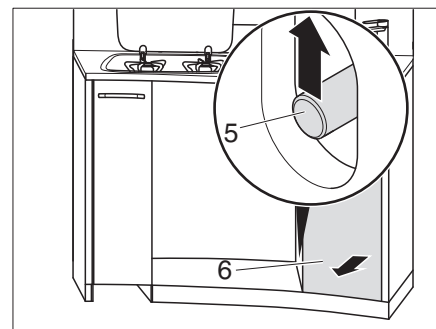

Bild 136 Hohe Küchenschublade entriegeln
- Durch die Öffnung greifen und Schubstange (Bild 136,5) nach oben schieben.